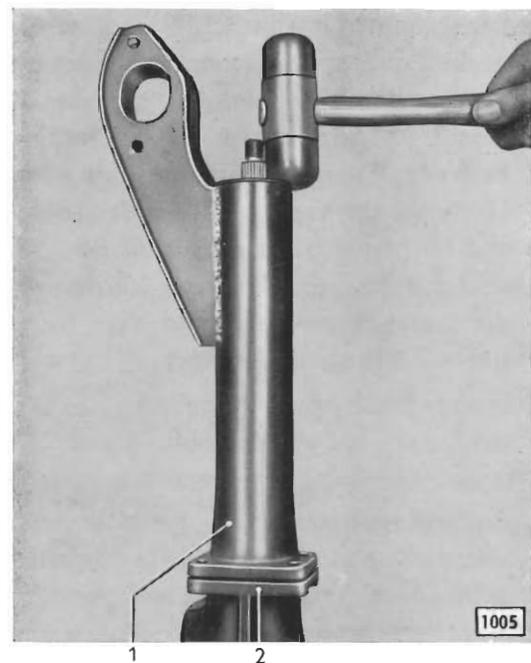

Bild 82 - Hinterachsverlängerung auf Hinterachsgehäuse aufschlagen
24. Hinterachsverlängerung so auf Antriebkegelrad aufstecken, daß der Stützarm der Verlängerung – in Einbaulage der Hinterachse gesehen – nach unten zeigt. Dabei darauf achten, daß die Bohrungen im Flansch der Verlängerung mit den Gewindebohrungen im Flansch des Hinterachsgehäuses übereinstimmen. Anschließend Verlängerung durch Schläge mittels Kunststoffhammer auf die Oberseite der Verlängerung (Bild 82) bis zum satten Anliegen am Flansch des Hinterachsgehäuses aufschlagen. Schläge gleichmäßig am Umfang der Verlängerung verteilen.